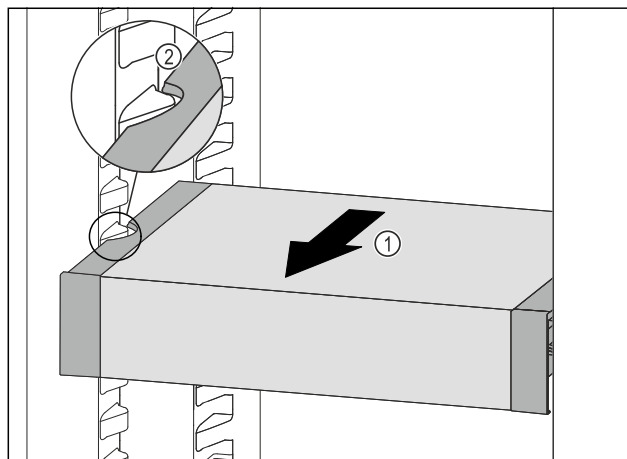

Fig. 93
- ▶ Ladicu VarioSafe vucite prema naprijed Fig. 93 (1) sve dok se bočni otvori ladice VarioSafe ne nađu na visini žlijeba spremnika u hladnjaku. Fig. 93 (2)